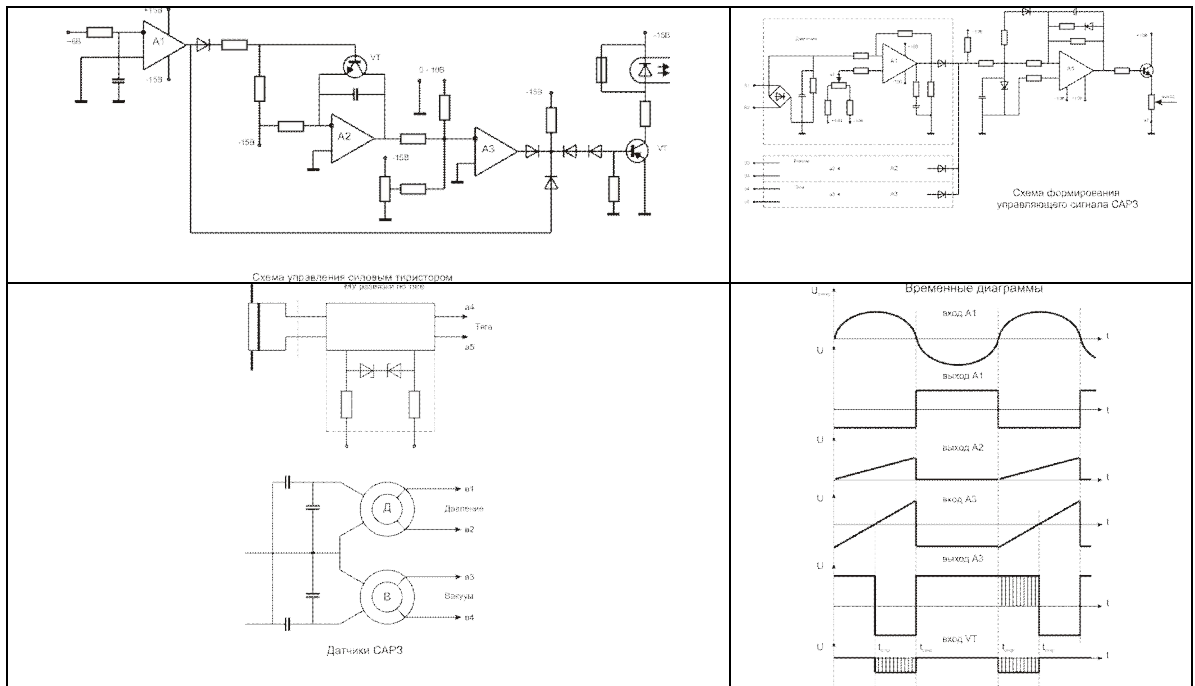

Рис. 3
3. Назвать элементы и назначение в функциональной и электрической схемах САРЗ, особенности работы данных элементов (рис.3)